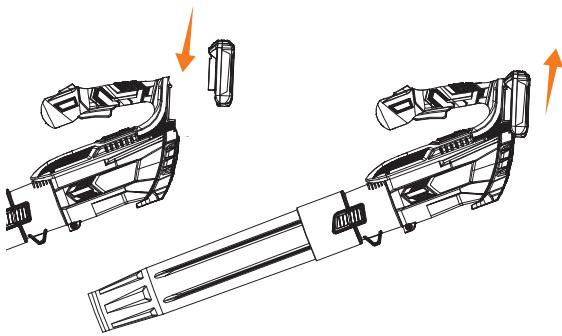

Рис. 10
1. Установите аккумулятор в крепление аккумулятора на корпусе воздуховодки до щелчка (Рис. 10). DABL 9042, необходимо установить два аккумулятора.